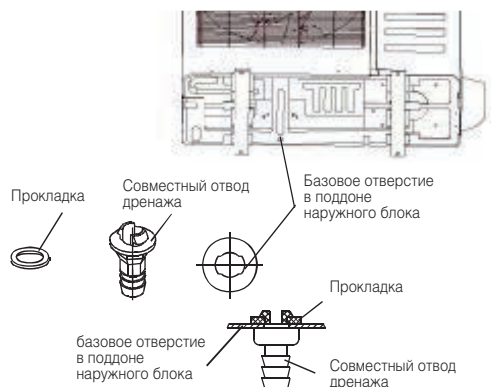

Рис. 8-2
- Наденьте уплотняющую прокладку на дренажный патрубок, вставьте патрубок в дренажное отверстие наружного блока, поверните патрубок на 90 градусов и зафиксируйте его (Рис. 8-2).